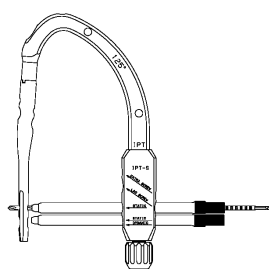

図 3
- 3) ターゲットデバイスにディスタルスクリュー用ドリルスリーブを組付けたディスタルスクリュー用スリーブを装着し、ディスタルスクリュー用ドリルを通し、ネイルのディスタルスクリューホールに干渉しないで通過することをチェックします。(図 3)